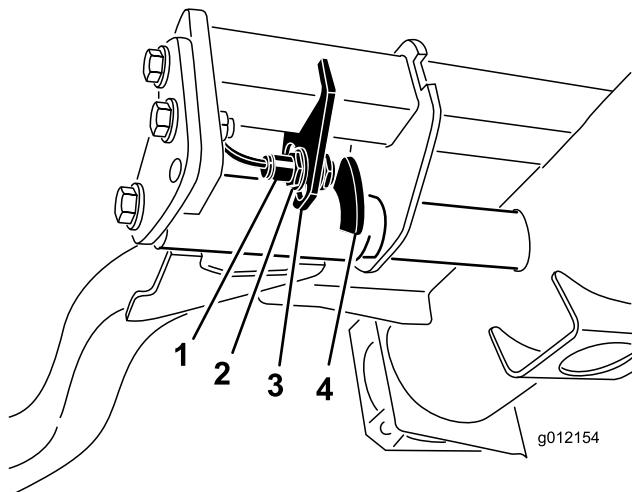

図 43
2. 升降アームのスイッチは、油圧のメイン・タンクの下にある右前昇降アームの後ろ側に装着されている（図 43）。
3. スイッチの取り付けネジ（図 43）をゆるめ、スイッチの位置を下げるごとに、昇降アームの旋回高さが長くなり、上げると、昇降アームの旋回高さが短くなる取り付けボルトを締め付ける。